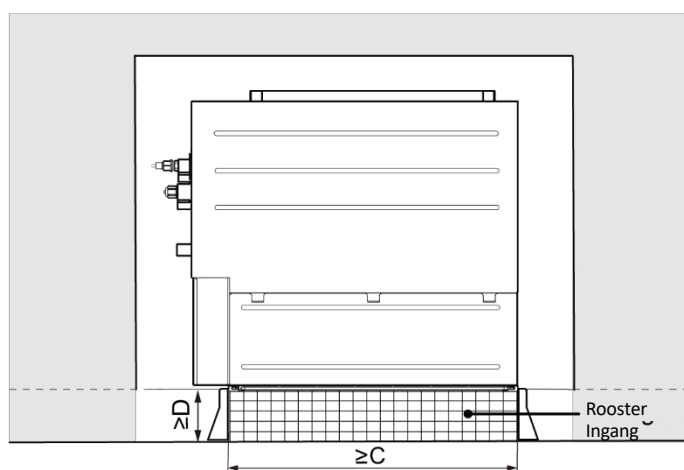

Fig. 3.2.2
- 7 De installatie-eisen voor het luchtinlaatrooster zijn zoals aangegeven in Fig. 3.2.2.